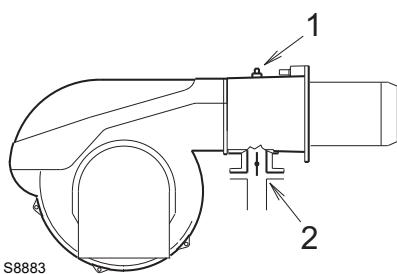

Fig. 39
Pression du gaz mesurée à la prise 1)(Fig. 39), avec:
Perte de charge du papillon gaz 2)(Fig. 39) avec ouverture maximale: 90°.
- Soustraire la pression dans la chambre de combustion de la pression du gaz à la prise 1)(Fig. 39).
- Pression du gaz à la prise 1)(Fig. 39) = 8 mbar
Par contre, pour connaître la pression de gaz nécessaire à la prise 1)(Fig.39), après avoir fixé la puissance maximale de fonctionnement du brûleur:
- Lire la pression à la prise 1)(Fig. 39) sur la droite, colonne 1.
- pression nécessaire à la prise 1)(Fig. 39).